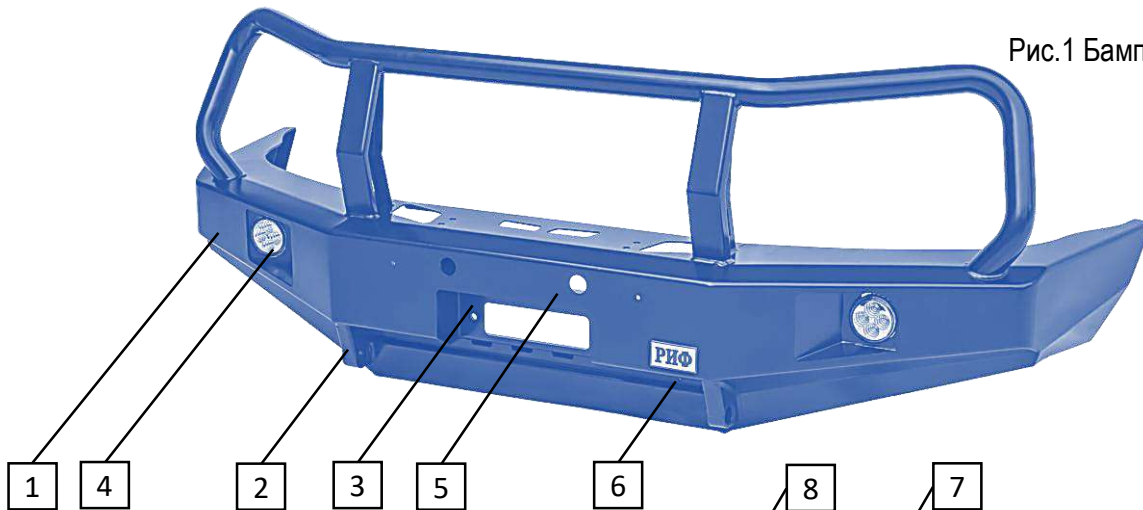

Рис.1 Бампер, вид спереди.
- Буксировочные проушины (поз.2, рис.1)
- Проёмы для использования реечного домкрата (поз.6, рис.1)